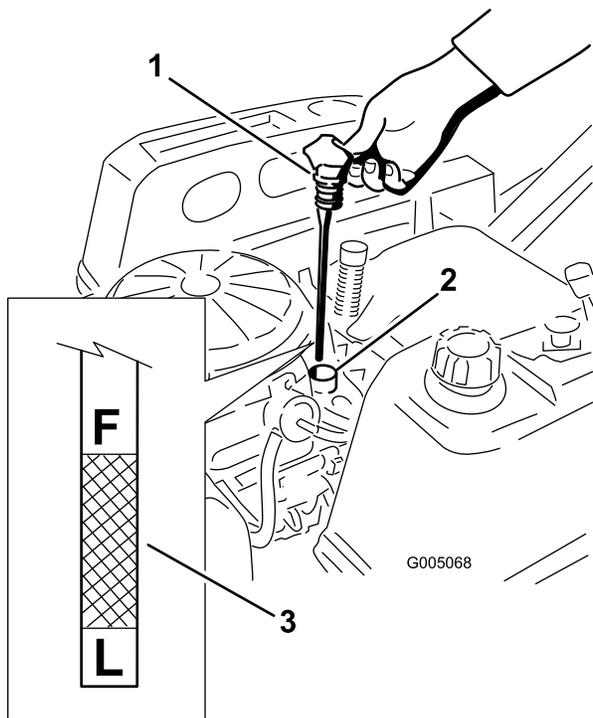

Figure 27
4. Enlevez le bouchon de remplissage/la jauge de niveau d'huile et essuyez-la sur un chiffon. Remettez la jauge en place en l'enfonçant au maximum (Figure 27).
5. Sortez de nouveau la jauge et vérifiez le niveau d'huile. (Figure 27).
8. Tournez le robinet de vidange d'huile de 1/4 de tour dans le sens anti-horaire pour l'ouvrir et permettre à l'huile de s'écouler (Figure 29). Enlevez le bouchon de remplissage/la jauge (Figure 27).
15. Versez avec précaution environ 80% de la quantité d'huile spécifiée dans le goulot de remplissage (Figure 27).
16. Remettez fermement en place le bouchon de remplissage/la jauge d'huile (Figure 27).
17. Vérifiez le niveau d'huile (Figure 27) (voir Contrôle du niveau d'huile).
19. Remettez fermement en place le bouchon de remplissage/la jauge d'huile (Figure 27).